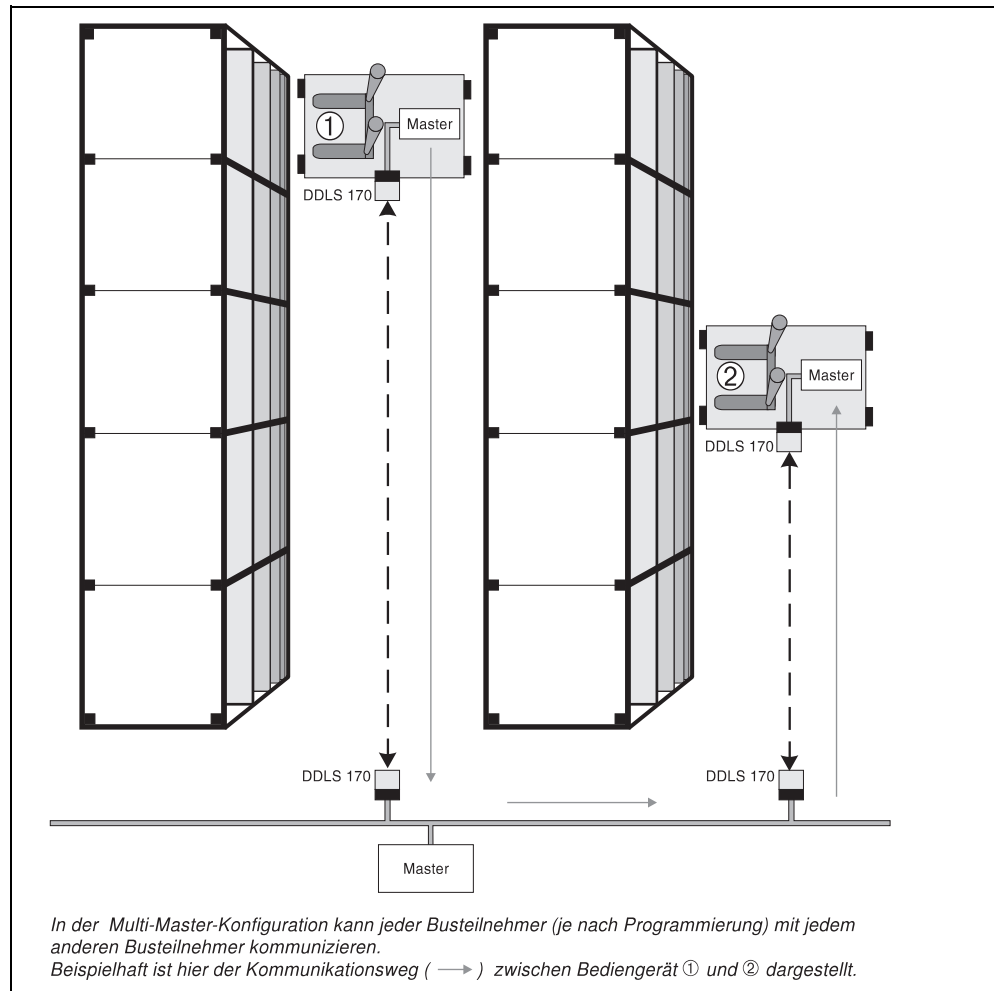

Abb. 14: indirekte Reihenschaltung
- Problemlose Datenübertragung bei Profibus FMS-Systemen in Multi-Master-Konfiguration. So ist z.B. eine direkte Datenkommunikation zwischen mehreren Regalbediengeräten in unterschiedlichen Lagergassen möglich (indirekte Reihenschaltung, siehe Abb. 14).